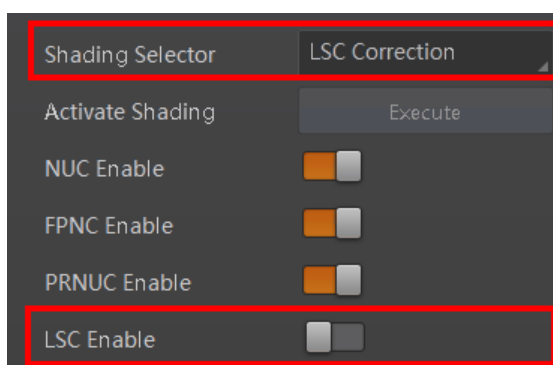

图11-17 LSC 校正
3. 勾选 **LSC Enable** 参数，使能校正功能，如 图11-17 所示。